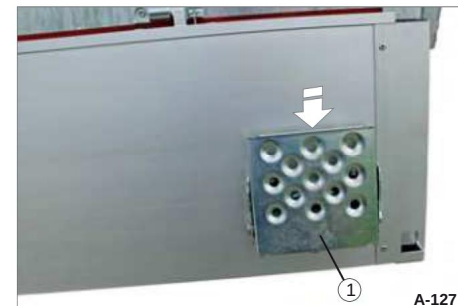

Fig. 183 Foldbart trin, foldet
• Fold trinnet (fig. 183/1) opad, og skub det nedad.